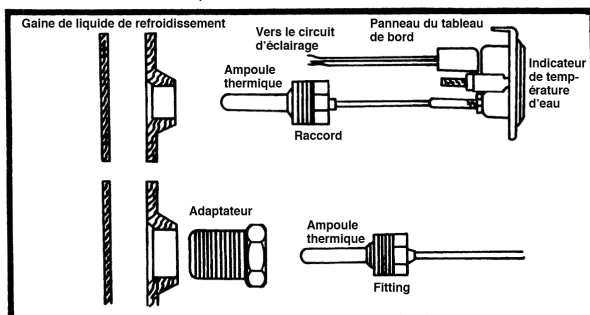

Figure 4
2. Localisez l'ouverture correspondante dans le bloc-moteur afin de rejoindre l'eau du système de refroidissement ou localisez un capteur de température d'eau déjà installé. Insérez l'ampoule thermique dans l'orifice et vissez le raccord sur le tube à l'intérieur de l'orifice jusqu'à ce que l'ampoule thermique soit solidement retenue en place, tel qu'indiqué à la figure 4.